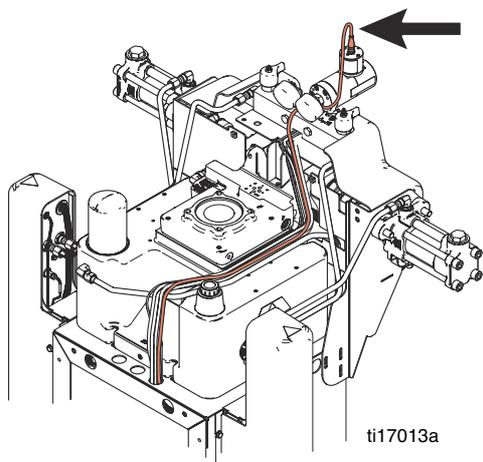

FIG. 7 : Passage du câble de données de débitmètre
12. Faites passer le câble de données du débitmètre comme illustré dans la FIG. 7.
REMARQUE : pour les systèmes modulaires NVH, faites passer les câbles de données du débitmètre comme illustré. dans la FIG. 7, page 7.